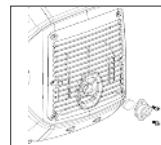

Рис. 27
- Когда глушитель остывает, ослабьте винты на выходе глушителя и снимаем искрогаситель (Рис. 27)